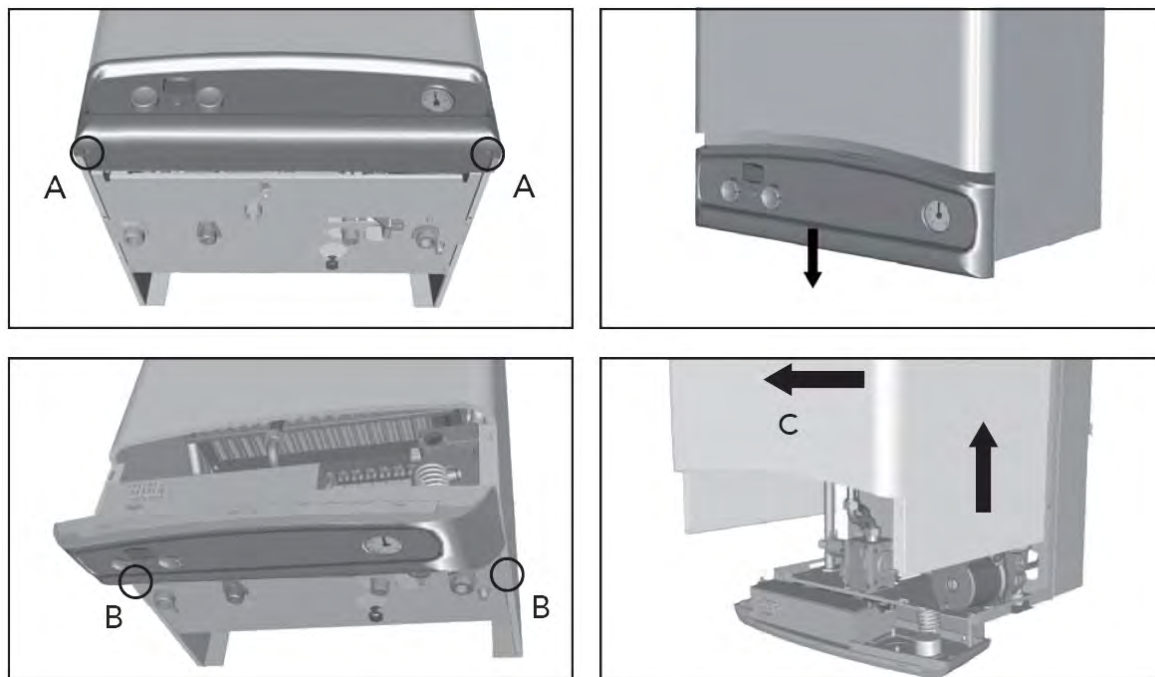

рис. 16 - Демонтаж кожуха
1. Отвинтите оба винта "А" (см. рис. 16).
2. Опустите панель управления (см. рис. 16).
4. Полностью отвинтите оба винта В (см. рис. 16).